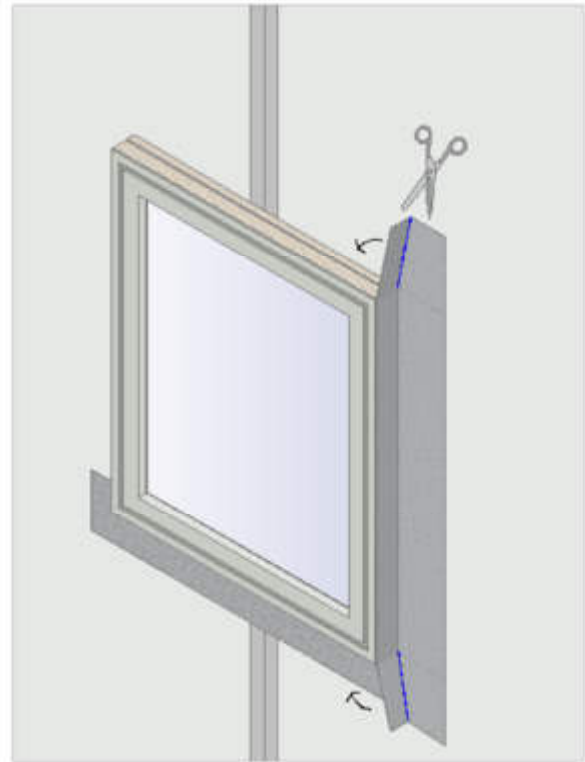

Figura 9
- Corte las secciones de membrana sin pegar en cada extremo del marco de la ventana y doble alrededor del cabezal y el alféizar (figura 9).